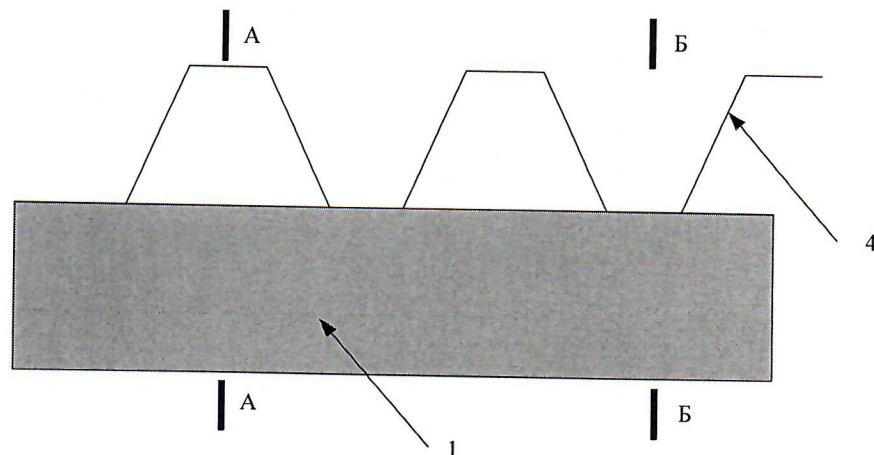
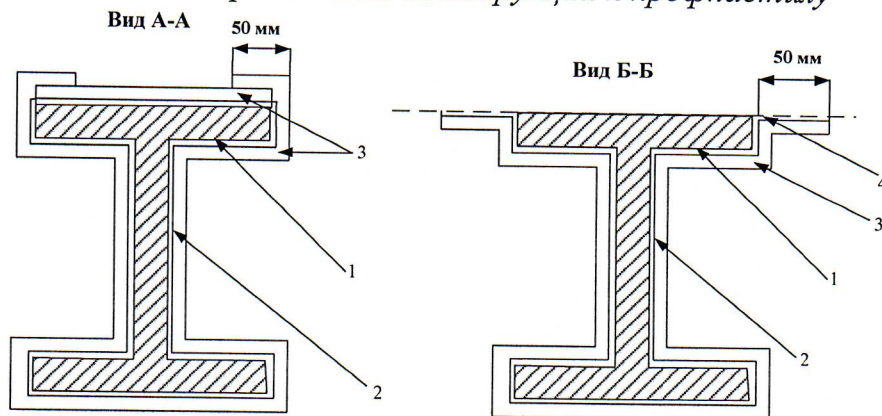

Рис. 3. Примыкание конструкции к профнастилу
Рис. 4 Схема монтажа комбинированного покрытия при прилегании металлоконструкции к профнастилу
3.3.9 В случае, если примыкание защищаемой конструкции к профнастилу согласно рис. 3, то монтаж происходит по следующей схеме. Воздушные промежутки между защищаемой конструкцией и профнастилом плотно забиваются базальтовым рулонным материалом ВБОР на глубину 50-100 мм. Допускается использование базальтовой плиты с плотностью не менее 130 кг/м³. Монтаж покрытия происходит также как в случае примыкания к ограждающей конструкции. Нахлест комбинированного покрытия на профнастил равен нахлесту в п.3.3.7 и составляет не менее 50 мм.
3.3.10 В случае примыкания защищаемой конструкции к профнастилу в направлении указанным на рис.3. Монтаж происходит двумя способами – вид А-А и вид Б-Б. Схемы монтажа приведены на рис. 4.